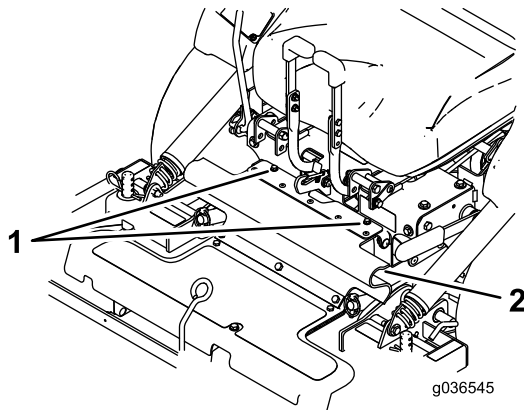

Bild 79
8. Lösen Sie die Schraube, mit der die Schutzvorrichtung befestigt ist (Bild 79).
8. Setzen Sie die Schutzvorrichtung in die Klemme ein und befestigen Sie ihn mit den daran befestigten Schrauben (Bild 79).